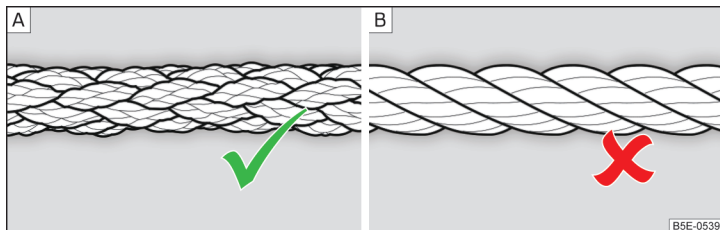

Bild 189 Flätad bogserlina/vriden bogserlina
Använd en flätad bogserlina för montering » bild 189 - A.
- Använd inte en virad bogserlina för bogsering » bild 189 - [B], bogseröglan på fordonet kan vridas ur - olycksrisk.